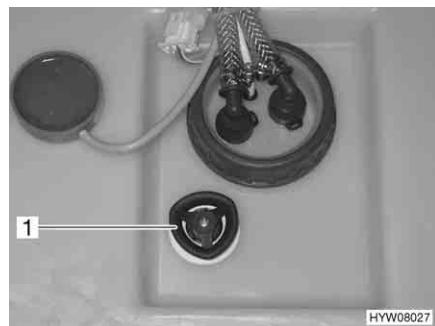

Fig. 158 Serbatoio dell'acqua con maniglia girevole
- Sul serbatoio dell'acqua, ruotare la maniglia girevole (Fig. 158,1) in senso orario fino all'arresto.
- Sul serbatoio dell'acqua, ruotare la maniglia girevole (Fig. 158,1) in senso antiorario fino all'arresto. L'acqua fuoriesce fino a 20 litri.